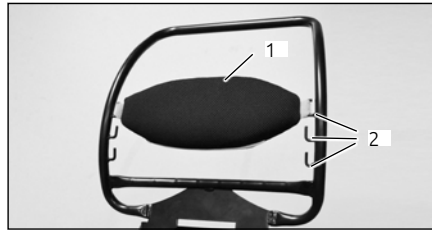

Abb.:19
(siehe „Abb.:19 (1)“) in der Höhe zu verstellen. Gehen Sie wie folgt vor:
2. Sie können die Lordosenstütze an drei verschiedenen Positionen einhängen (siehe „Abb.:19 (2)“). Hängen Sie die Lordosenstütze an eine für Sie angenehme Höhe.